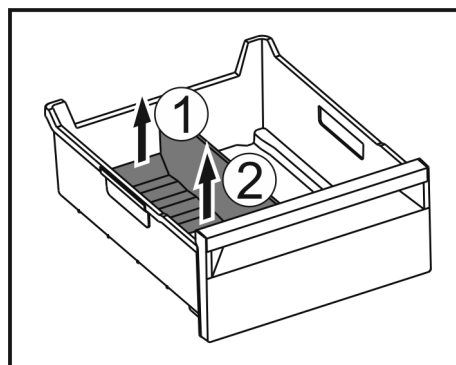

Fig. 146
- Zdvihnite zadnú časť oddelovača zásuvky na ľad. Fig. 146 (1)
- Odoberte oddelovač zásuvky na ľad nahor. Fig. 146 (2)